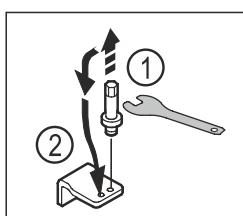

Fig. 18
- Выкрутите болт на нижнем опорном кронштейне при помощи ключа с наружным шестигранником SW5. *Fig. 18 (1)*
- Установите болт на противоположной стороне. *Fig. 18 (2)*